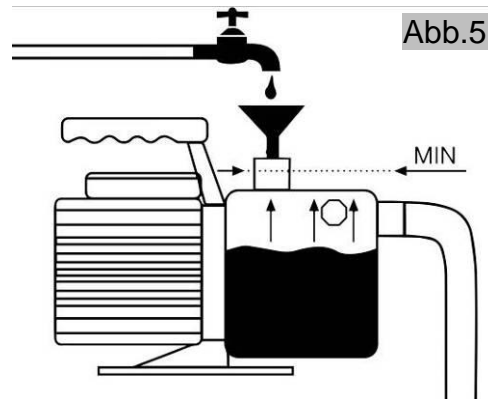
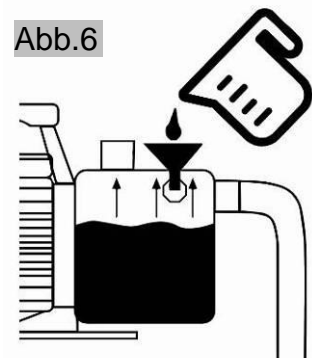

Abb.5
Abb.6
Bei der ersten Inbetriebnahme muss das Pumpengehäuse (8) vollständig entlüftet sein. Dazu muss das Pumpengehäuse mit Wasser befüllt werden (Abb.5). Der einfachste Weg das Pumpengehäuse mit Wasser vor der Erst- bzw. Wiederinbetriebnahme aufzufüllen ist das Einfüllen von Wasser über den Druckanschluss der Pumpe (5). Bei Geräten mit montiertem Vorfilter ist es empfehlenswert, dabei vorher die Entlüftungsschraube des Vorfilters (23) mit einem Schraubenzieher leicht zu Öffnen (ca. 1½ Umdrehungen). Falls das Gerät in einer festen Verrohrung installiert und somit der Druckanschluss nicht frei zugänglich ist, kann notfalls auch die Einfüll- und Entlüftungsschraube (9) unter Zuhilfenahme eines Trichters zur Befüllung verwendet werden (Abb. 6). Füllen Sie das Pumpengehäuse (8) bis zum maximal möglichen Füllstand mit Wasser.